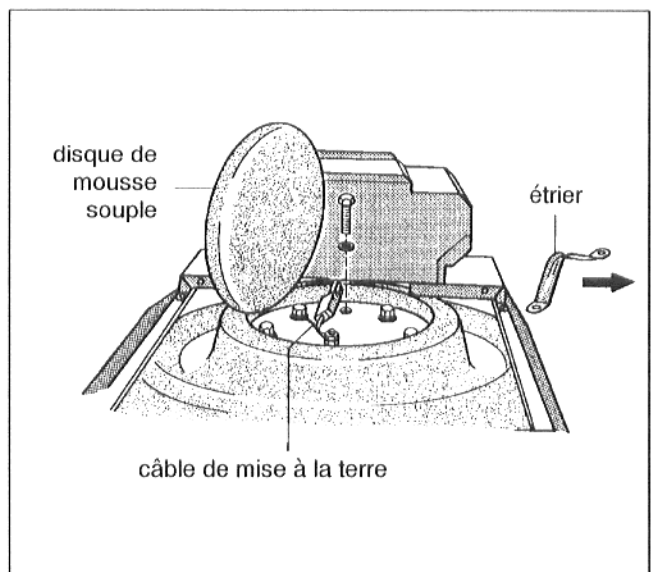

Fig. 22
- Vérifier que le câble de mise à la terre de l'anode au magnésium est raccordé au couvercle du préparateur (Fig. 22)
- Placer le calorifuge (disque de mousse souple) sur le couvercle du préparateur (Fig. 22).